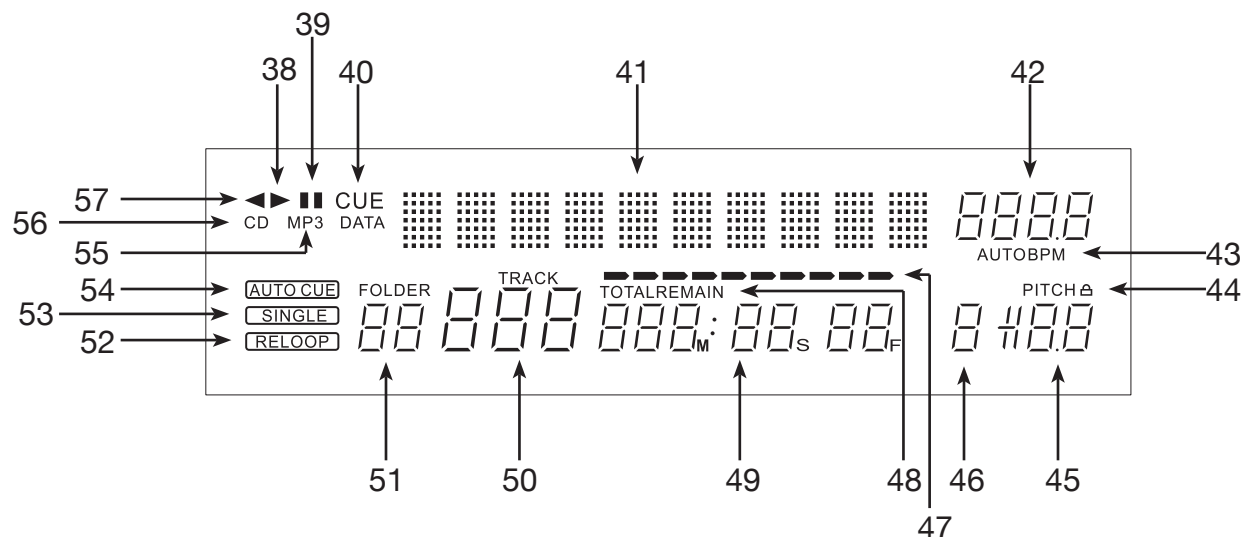

Figura 5
C. PANEL DEL VISOR VFD (FIGURA 5)